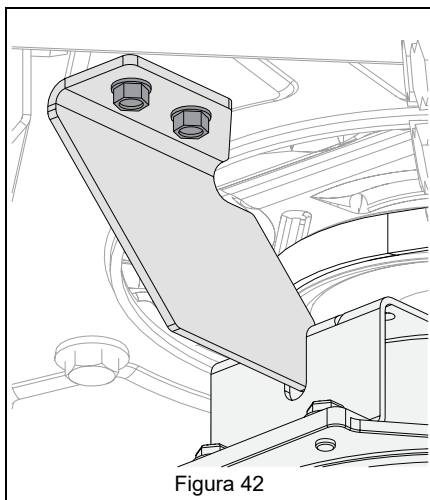

Figura 42
4. Rimontare la staffa di arresto della frizione e fissarla con la bulloneria originale. Vedere Figura 42.